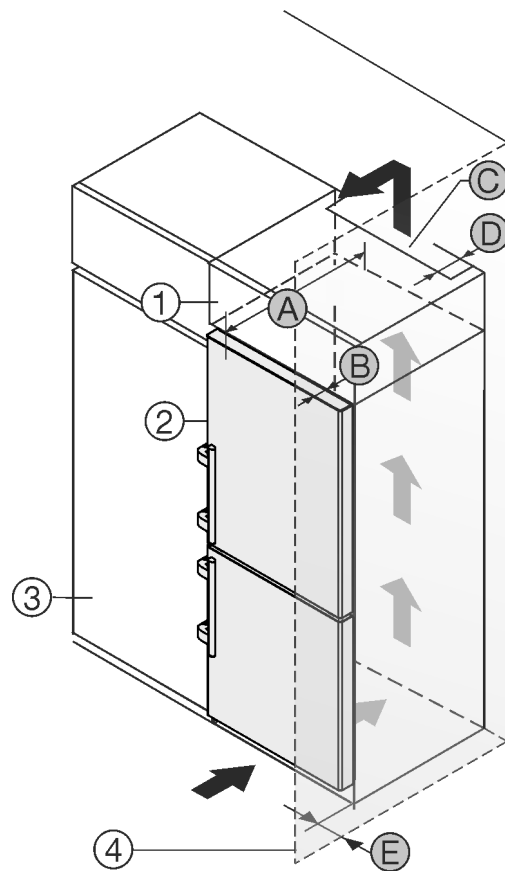

Fig. 2
- (1) Επικαθήμενο ντουλάπι \*
- (2) Συσκευή \*
- (3) Ντουλάπι κουζίνας \*
- (4) Τοίχος \*
- (A) Βάθος συσκευής \*
- (B) Βάθος πόρτας \*
- (C) Διατομή αερισμού \*
- (D) Απόσταση πλάτης συσκευής \*
- (E) Απόσταση από το πλάι της συσκευής \*
Μπορείτε να τοποθετήσετε τη συσκευή ακριβώς δίπλα από το ντουλάπι κουζίνας Fig. 2 (3).\*
Στην πίσω πλευρά του επικαθήμενου ντουλαπιού πρέπει να υπάρχει ένα κενό εξαγωγής αέρα με βάθος Fig. 2 (D) σε όλο το πλάτος του επικαθήμενου ντουλαπιού.\*
Κάτω από την οροφή του δωματίου πρέπει να τηρείται η διατομή εξαερισμού Fig. 2 (C).\*
Εάν τοποθετήσετε τη συσκευή με τους μεντεσέδες δίπλα σε κάποιον τοίχο Fig. 2 (4), τότε πρέπει η απόσταση ανάμεσα στη συσκευή και στον τοίχο να ανέρχεται σε τουλάχιστον 57 mm. Αντιστοιχεί στην προεξοχή της χειρολαβής όταν η πόρτα είναι ανοιχτή.\*
Για να μπορείτε να ανοίγετε τελείως την πόρτα, πρέπει η συσκευή να προεξέχει κατά το βάθος της πόρτας Fig. 2 (B) από την πρόσοψη του ντουλαπιού κουζίνας. Η συσκευή μπορεί να προεξέχει περισσότερο, ανάλογα με το βάθος των ντουλαπιών κουζίνας Fig. 2 (3) και την χρήση αποστατών τοίχου.\*